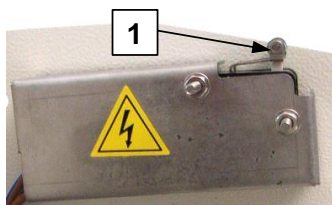

fig.5.5
5.3.2 Protezione elettrica a mezzo di 2 microswitch (n.1-fig.5.5), che interrompono il circuito elettrico della macchina quando viene aperta la copertura.